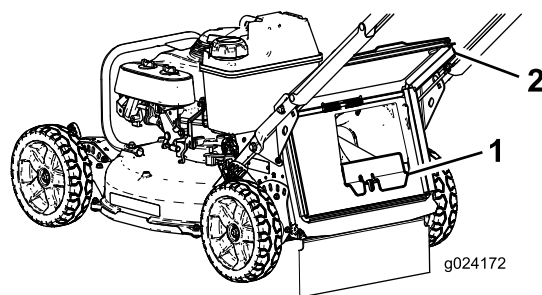

Figura 18
- Si el tapón de descarga trasera no está instalado, sujételo por el asa, eleve la puerta trasera e introdúzcalo en el conducto de descarga trasera hasta que el enganche encaje en su sitio (Figura 18).
2. Extremo de la varilla de la bolsa (2)
3. Retire el tapón de descarga trasera presionando el enganche hacia dentro con el dedo pulgar y extrayendo el tapón de la máquina (Figura 18).